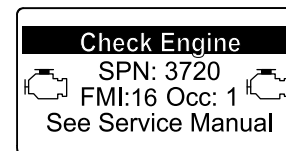

Figura 53
- Advertencia del motor SPN 3720, FMI 16 (Figura 53)